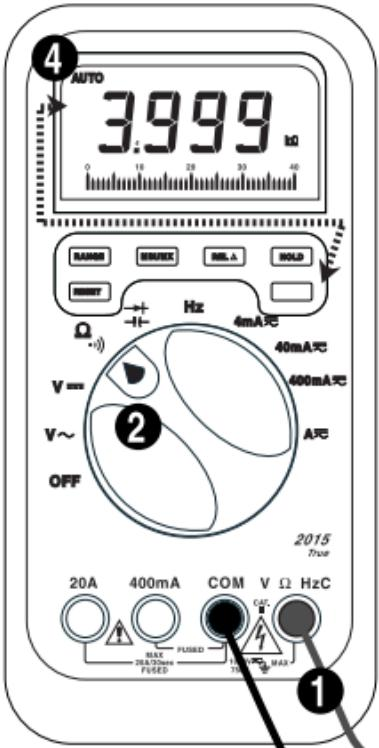

Fig. 3
RESISTANCE MEASUREMENT (See Fig. 3)
- ❶ Turn off any power to the resistance to be measured and discharge any capacitors. Any voltage present during a resistance measurement will cause inaccurate readings.
- ❷ Connect test leads as shown in figure 3.
- ❸ Set Function/Range Switch to $\Omega\cdot\cdot$ position. Depress yellow button.
- ❹ Connect test leads to circuit being measured.
- ❺ Read resistance value on Digital Display. Open circuits will be displayed as an overload condition.
D • Widerstandsmessung (siehe Fig. 3)
E • Medidas de resistencia (vea Fig. 3)
F • Mesure de Résistance (voir fig. 3)
Assurez-vous qu'aucune tension n'est appliquée à la résistance. Une tension fausserait le résultat. ① Connectez les cordons comme indiqué en figure 3. ② Placez le sélecteur sur $\Omega \bullet\bullet$. Pressez la touche jaune. ③ Connectez les cordons au circuit à mesurer. ④ Lisez la valeur affichée. Un circuit ouvert ou une résistance trop élevée est affiché comme dépassement de calibre.
CONTINUITY TEST (See Fig. 3)
D • Durchgangstest (siehe Fig. 3)
E • Prueba de continuidad (vea Fig. 3)
F • Test de Continuité (voir Fig. 3)